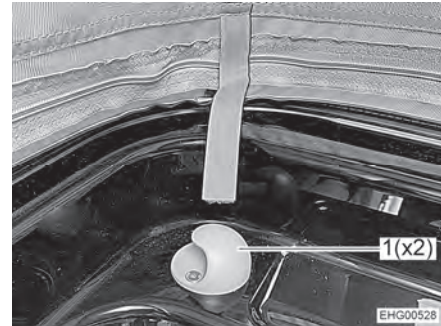

Bild 61 Hållare
- Haka fast skyddsnätet på de två hållarna (Bild 61,1).